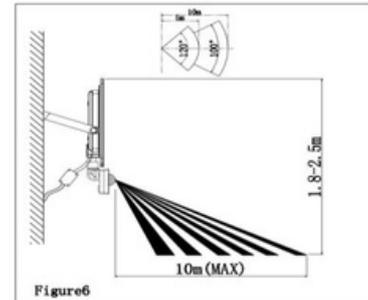

Figure6
6. Mettez sous tension pour vous assurer que le produit fonctionne normalement. Ajustez l'angle d'irradiation en fonction des conditions d'utilisation prévues. (voir fig.6)